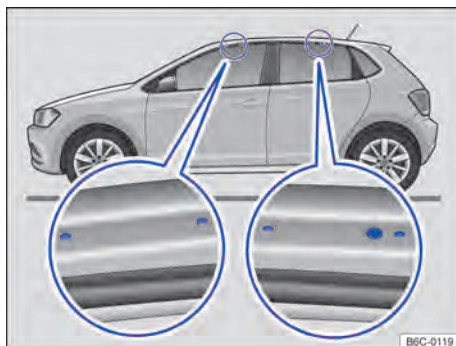

Fig. 124 Pontos de fixação dos suportes de base do bagageiro do teto (ambos os lados).
Os furos ou marcações dos pontos de fixação dos suportes de base ficam visíveis com a abertura das portas (dianteiras e traseiras) do veículo e encontram-se no lado nas vigas do teto → Fig. 124 (lupa). Os furos ou marcações para fixação atrás encontram-se no lado inferior das vigas do teto → Fig. 124 (lupa direita).
- Fixar os suportes de base somente nas marcações indicadas na figura → Fig. 124.